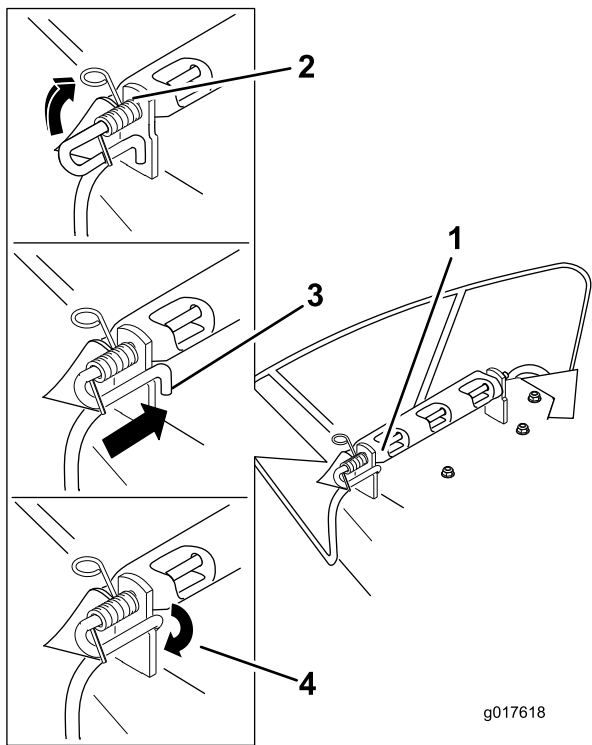

Figure 76
3. Positionnez le nouveau déflecteur d'éjection en plaçant les extrémités du support entre les supports soudés du tablier, comme illustré à la Figure 76.
6. Soulevez le côté avec la boucle du ressort et placez-le dans le cran du support de déflecteur (Figure 76).
7. Fixez l'ensemble tige et ressort en le tournant de sorte à pouvoir placer l'extrémité courte de la tige derrière le support avant soudé au tablier de coupe (Figure 76).